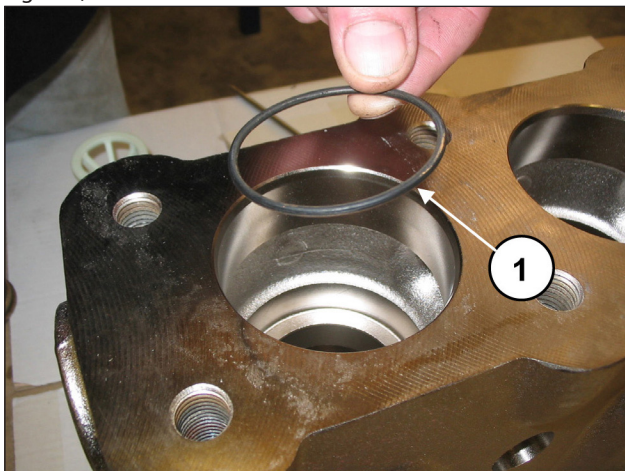

Fig. 118
Introducir la junta tórica, pos. dibujo desglosado 6 (pos. ①, Fig. 118).